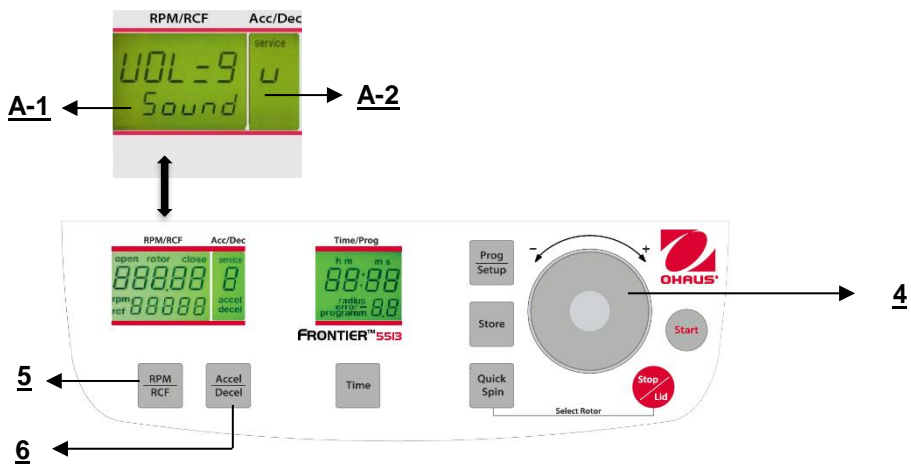

Figura. 31
Procedere come descritto al punto 4.1.2 per inserire questa modalità programma e poi premere il tasto **"Accel/Decel"** (6). **Sul display "Acc/Dec" (A-2) lampeggia la parola "Service"**. Selezionare adesso la lettera **"U"** con la quadrante di regolazione (4). Di conseguenza, sul display **"RPM/RCF"** (A-1), appaiono le parole **"Vol=0- 9/Sound"**. Dopo aver premuto il tasto **"RPM/RCF"** (5), è possibile regolare il volume desiderato fra 0 (basso) e 9 (alto) con la quadrante di regolazione (4) (Vedere figura 31).